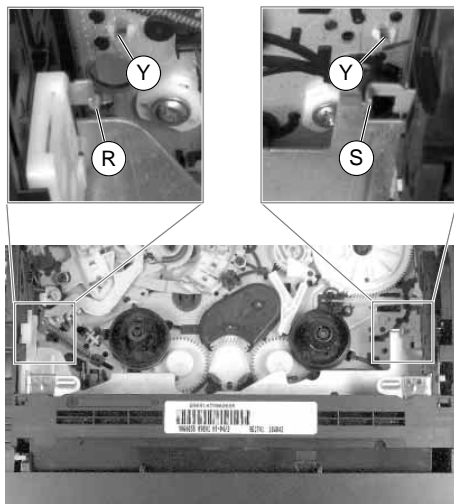
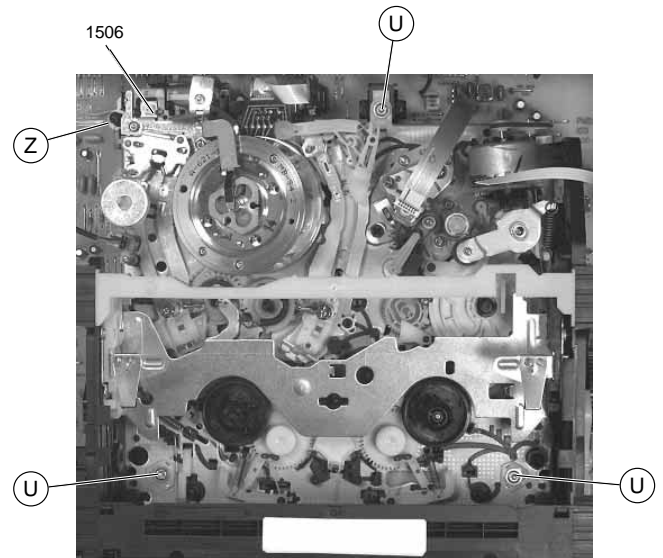

Fig. 11
Fig. 12
- Release the locks (R) and (S) (Fig. 11) of the cassette compartment and move it inwards to gain access to the screws (U) (Fig. 12).
- Undo the screws (U) (Fig. 12).
- Arretierungen \textcircled{R} und \textcircled{S} (Fig. 11) des Cassettenschachtes lösen und diesen dabei so weit nach innen schieben, bis die Schrauben \textcircled{U} (Fig. 12) zugänglich sind.
- Schrauben \textcircled{U} herausdrehen (Fig. 12).
- Laufwerk im Bereich des Halters \textcircled{Z} (Fig. 12) vorsichtig etwas anheben, damit sich die Steckverbindung 1506 zwischen dem Laufwerk und der Chassisplatte löst.
- Rastnasen \textcircled{Y} (Fig. 11) lösen und Laufwerk aus dem Gerät nehmen.
- Release the locks \textcircled{R} and \textcircled{S} (Fig. 11) of the cassette compartment and move it inwards to gain access to the screws \textcircled{U} (Fig. 12).
- Undo the screws \textcircled{U} (Fig. 12).
- Lift the Drive Mechanism carefully by a small amount at holder \textcircled{Z} (Fig. 12) to disengage the plug-in connection 1506 between the Drive Mechanism and the Family Board.
- Disengage the locking lugs \textcircled{Y} (Fig. 11) and remove the Drive Mechanism.